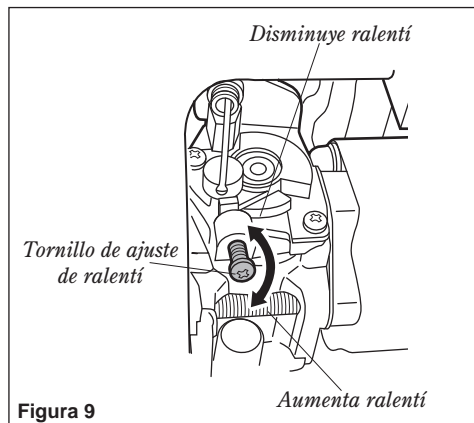

Figura 9
2. Si dispone de un tacómetro, la marcha ralenti del motor se debe terminar ajustando en 3000 (\pm 300) RPM (min^{-1}). Consulte la figura 9.